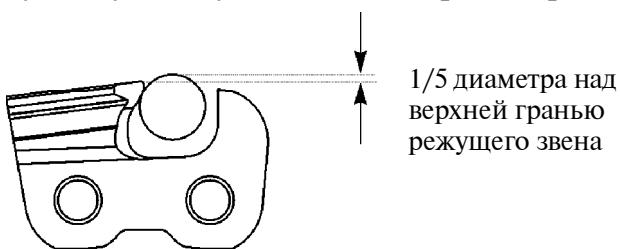
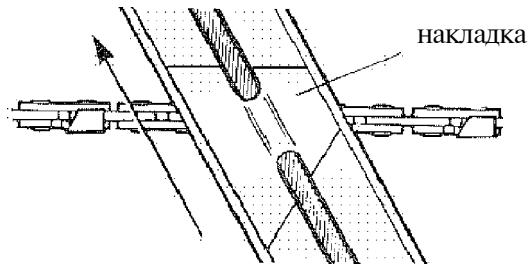

Рисунок 2.14 - Положение напильника при заточке цепи
Рисунок 2.15 - Положение накладки при заточке цепи
2.11.1.1 Для заточки непосредственно на бензопиле необходимо хорошо натянуть пильную цепь на шине. Заточку производить круглым цилиндрическим напильником диаметром 5,5 мм. Следить за тем, чтобы 1/5 часть (20%) диаметра напильника всегда выступала над верхней гранью режущего звена, см. рисунок 2.14. Самый простой способ удержания напильника в таком положении - это применение специальной направляющей накладки, см. рисунок 2.15, которая позволяет выдерживать режущий угол и угол заточки верхней грани.